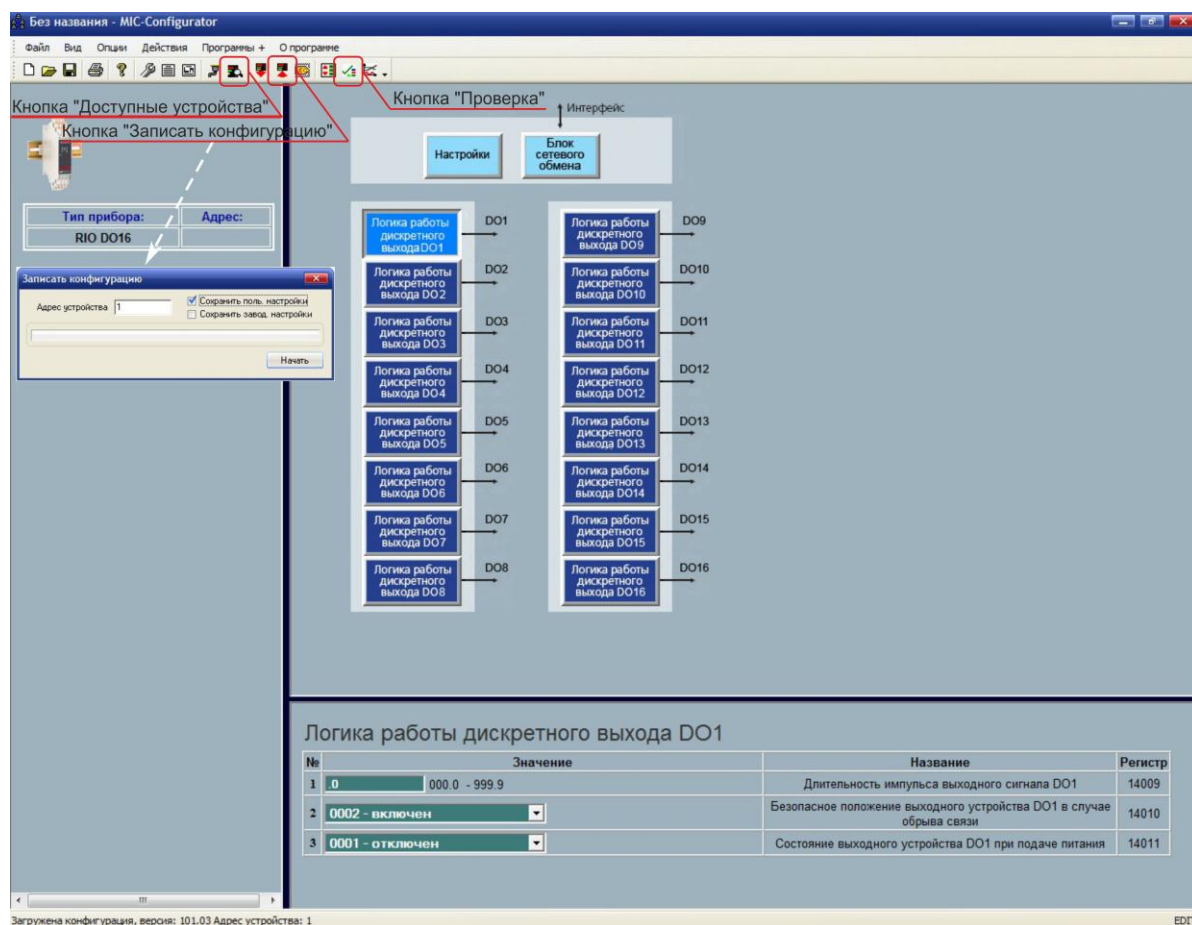

Рисунок 4.4 – Редактирование конфигурации
4.3.6.2 В окне редактирования параметров нажать кнопку "Блок сетевого обмена" (см. рис. 4.4).
4.3.6.6 В МИК-Конфигураторе нажать кнопку "Доступные устройства" (см. рис. 4.4) и произвести поиск модуля согласно пункту 4.3.4.
Для проверки модуля на панели инструментов нажмите кнопку вызова окна проверки (см. рис. 4.4).